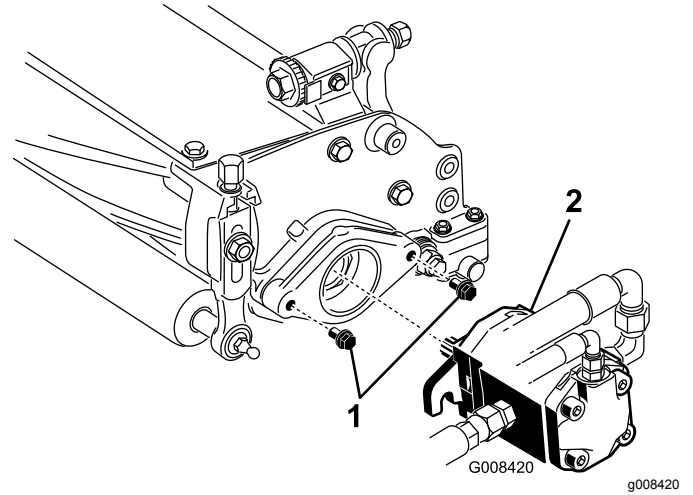

图 11
7. 确保每个滚刀驱动马达安装螺栓都有大约 13mm 的螺纹露在外面图 11。
8. 在马达花键轴上涂抹干净的润滑脂然后安装马达首先顺时针旋转马达使马达法兰脱离螺栓。逆时针旋转马达直至法兰环绕住螺栓图 11。
9. 然后旋紧安装螺栓图 11。